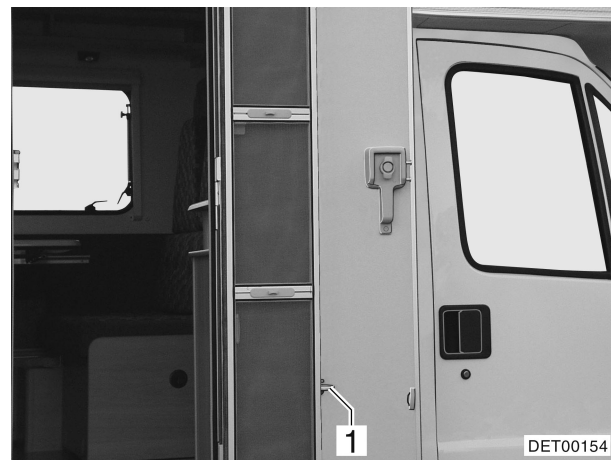

Bild 22 Insektenschutztür, eingeklappt
- Riegel (Bild 22,1) eine viertel Umdrehung drehen.
- Insektenschutztür an die Eingangstür drücken und Riegel (Bild 22,1) eine viertel Umdrehung drehen.